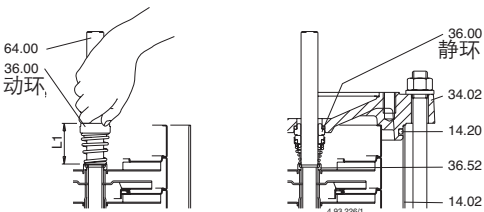

图.5 插入机械密封
5. 拆下螺丝(61.07)和笼型支架(32.00),其和轴承(66.00)及联轴器(64.22)作为整体从上端盖(34.02)顺轴(64.00)抽出(图.5)。
检查安装前后的长度并把动环升起起到与原始长度(L1 图5)一致。